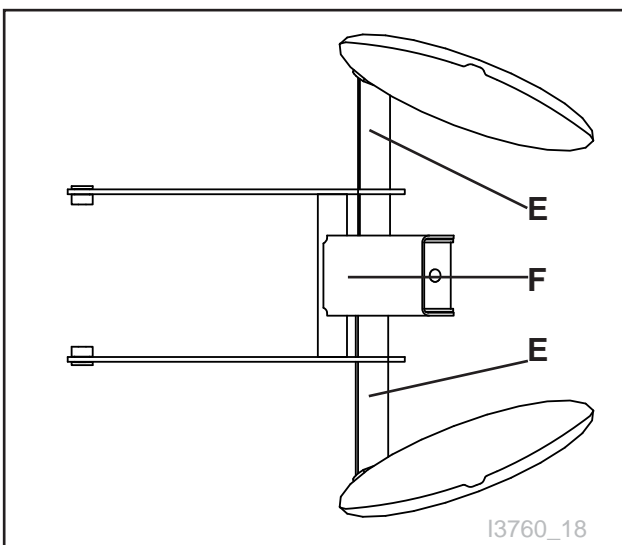

Fig. 21
La distance entre les disques est réglable en employant les différents trous dans les bras de disques de rouleau **Fig. 21 (E)**, verrouillé par le boulon du centre **(F)**. De plus, l'angle des disques de rouleau peut être ajusté dans différentes positions par la plaque du centre et du boulon **(F)**.